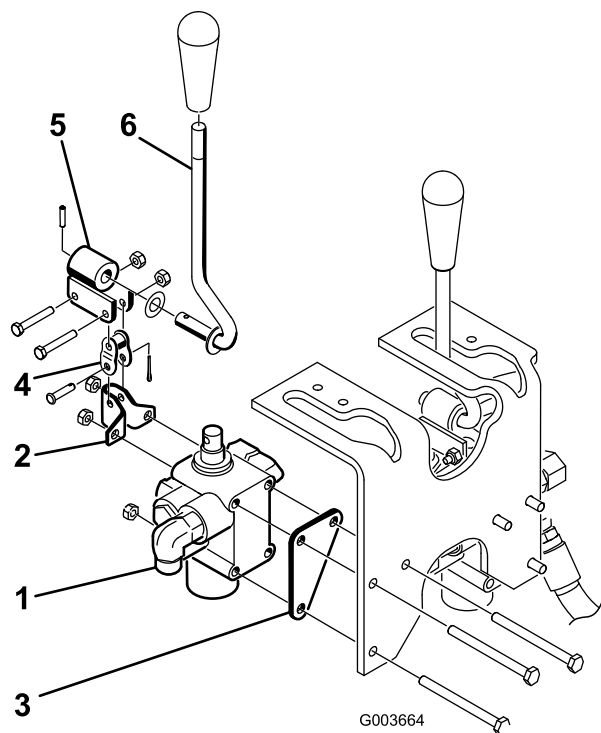

図 5
- ボルト3本 (1/4 x 3 in) とロックナット3個 (図 5) を使って、バルブ・アセンブリ、ピボット・ブラケットおよびバルブ・プレートをフレームに取り付ける。取り付ける時に、バルブ・プレートがフレーム部材の前にくるようにする。90~110 in-lb (1.05~1.25 kg.m) にトルク締めする。
3. ボルト2本（#10 x 1-1/4 in）とロックナット2個を使って、ピボット・レバー・アセンブリを、バルブ・スプールとオフセット・リンクに仮止めする（図 5）。この時点ではまだ本締めを行わないこと。